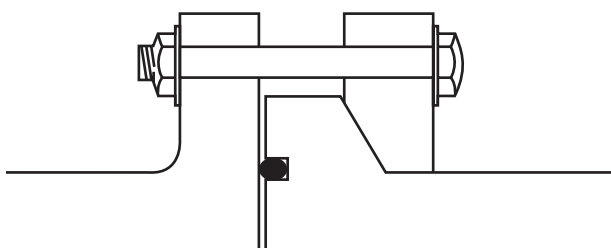

Figura 3-15 Flange louca com junta tórica
- 1 Uma junta tórica (com uma ranhura na face da flange (ver **figura 3-15**))